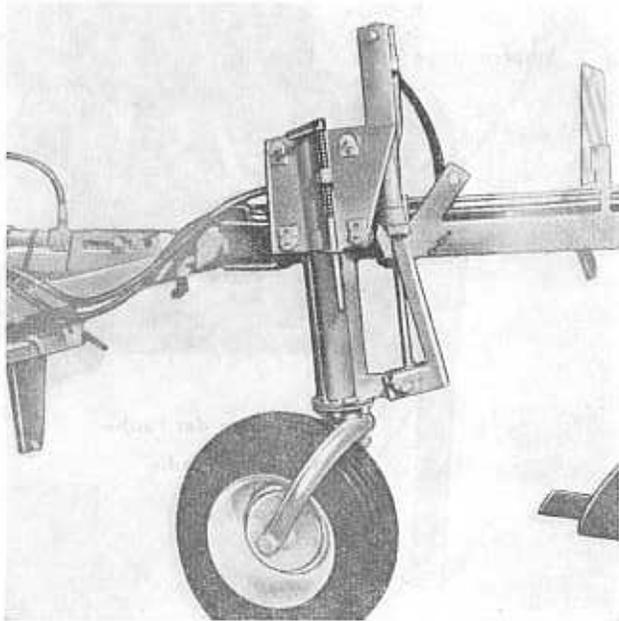

Abb. 9 Hinterrad
- Hinterpflug: Durch Einstellen der Spindeln am Stütz- und Hinterrad (siehe Abb. 9), unter Beachtung der Kerbleiste an der Spindelmutter des Stützrades als Orientierungshilfe.